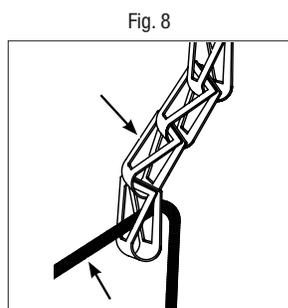

Fig. 8
1. Glissez le crochet de suspension en V dans le trou central de la dernière maille de la chaîne (Fig. 8).